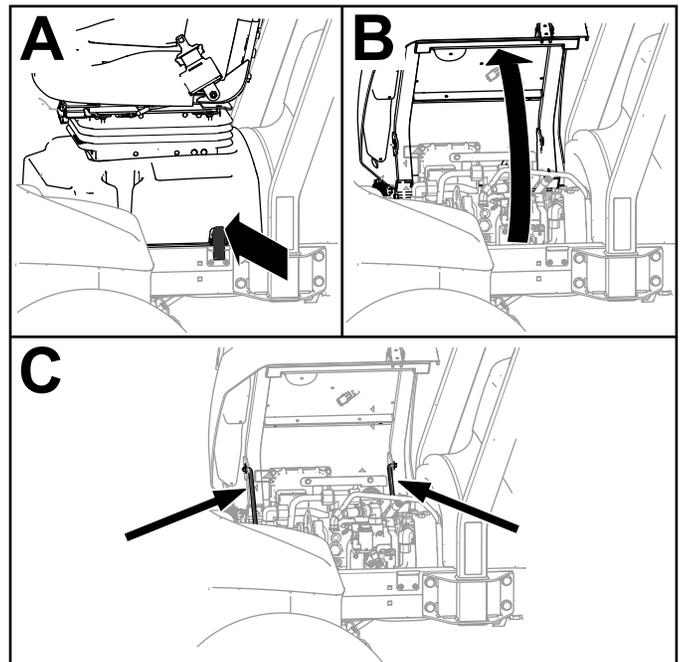

Figura 104
1. Sganciate la base del sedile (A nella Figura 104).
2. Inclinate il sedile e la base aprendoli (B nella Figura 104).
3. Supportate il sedile e la base con le aste di sostegno (C nella Figura 104).